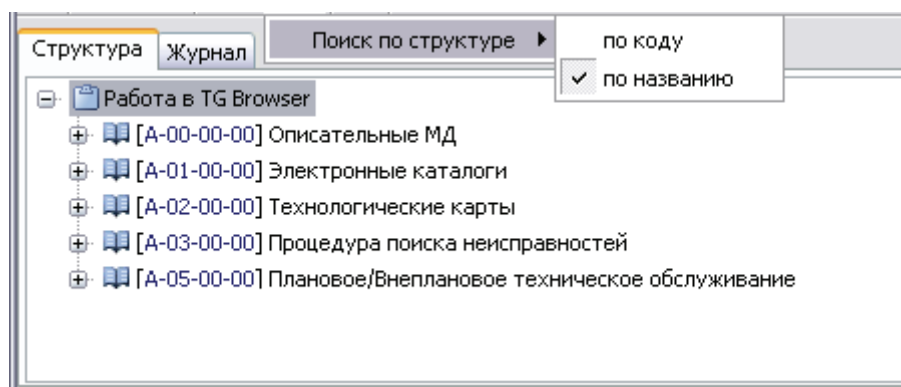

Рис. 3.12
2. Из списка пункта **Поиск по структуре** выберите вид поиска **по коду** или/и **по названию** (Рис. 3.12).